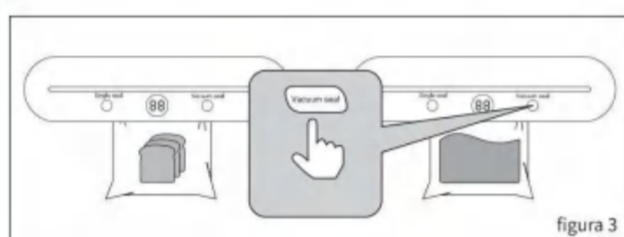

Figura 3
5. Luego presione la tecla de sellado al vacío, la máquina primero aspira y luego sella automáticamente. (Figura 3)